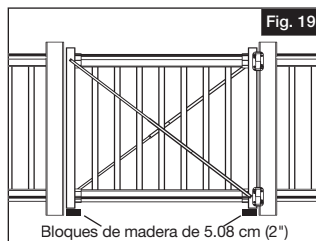

Fig. 19
- Dar vuelta al barandal. Repetir las instrucciones de los pasos 7a a 7e y no olvidar instalar el segundo tirante en el lado opuesto del portón, y en orientación opuesta del tirante para formar una "X" (Fig. 19).
- Cortar dos bloques de madera temporales a una de altura de 2" (5,08 cm) (no incluidos), y reposar el travesaño inferior del portón sobre ellos. Alinear el portón entre los postes (Fig. 19).